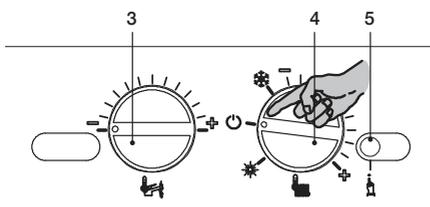

Рисунок 7.13
- Чтобы выйти из режима программирования, установите переключатель функций / регулятор температуры 4 так, как показано на рисунке (Рисунок 7.13).